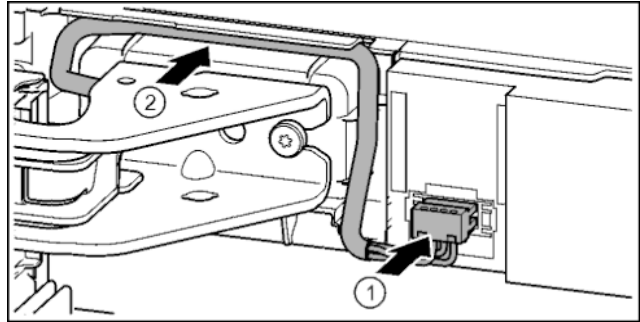

Fig. 38
- ▶ Stecker über oberen Lagerbock einrasten und Kabellitzen vorsichtig in Kanal legen. *Fig. 38 (1)*
- ▶ Graues Kabel vorsichtig in der Führung über dem oberen Lagerbock verlegen. *Fig. 38 (2)*